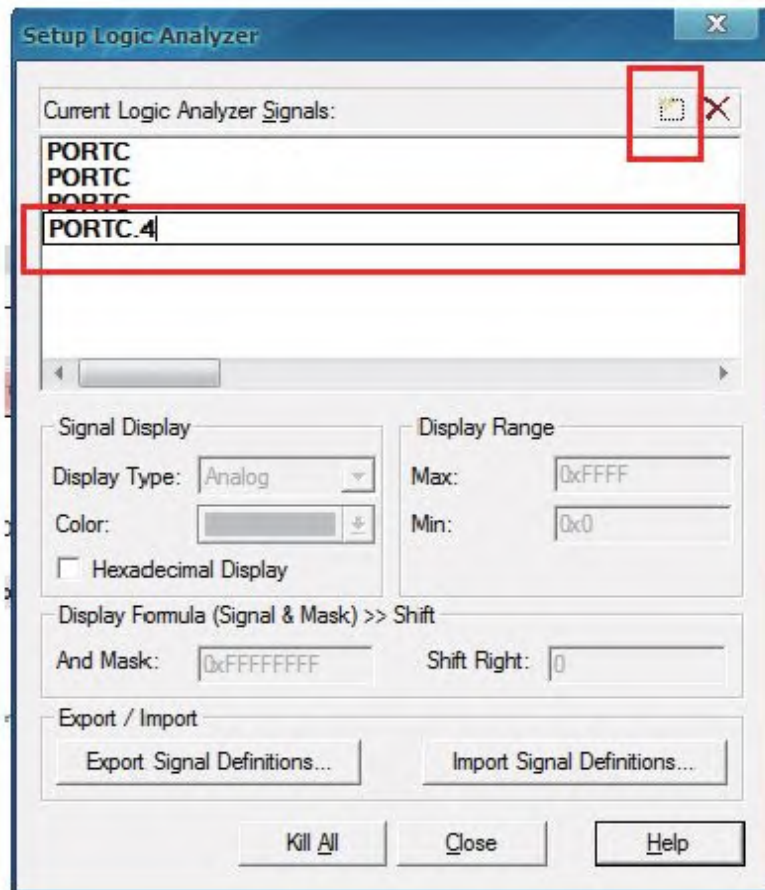

图 5-8 输入要查看的引脚
9) 在弹出的窗口中输入PORTC. 3、PORTC. 4、PORTC. 5，查看其运行效果，见图5-8。